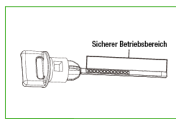

Abb. 3
- Der Ölstand muss innerhalb des auf dem Ölmesstab markierten Bereichs gehalten werden, idealerweise nahe der oberen Mitte des angegebenen Bereichs. (Abb. 3)